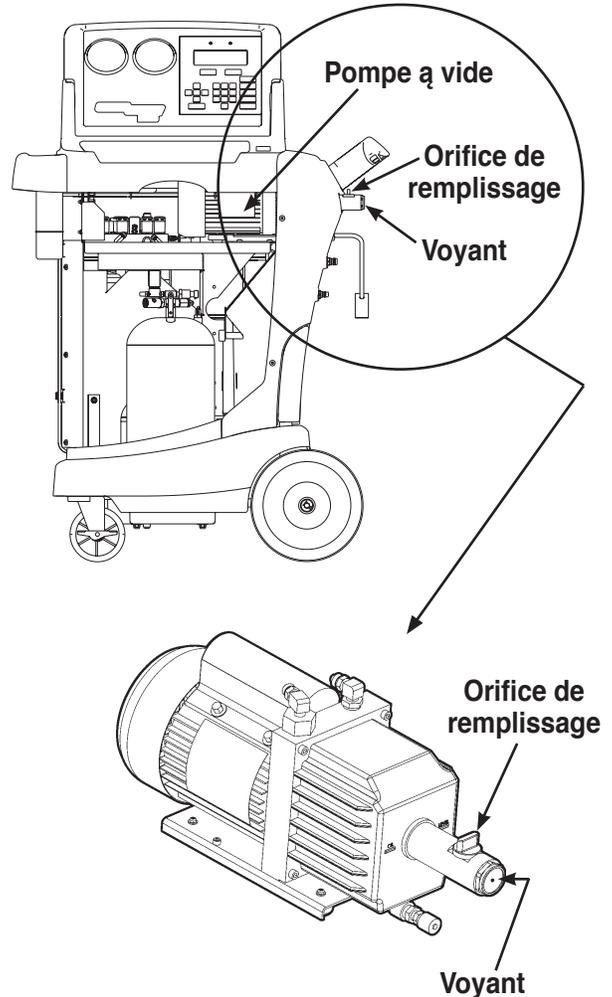

Figure 3
1. Enlevez le bouchon en laiton de l'orifice de remplissage d'huile de la pompe à vide. Reportez-vous à la Figure 3.